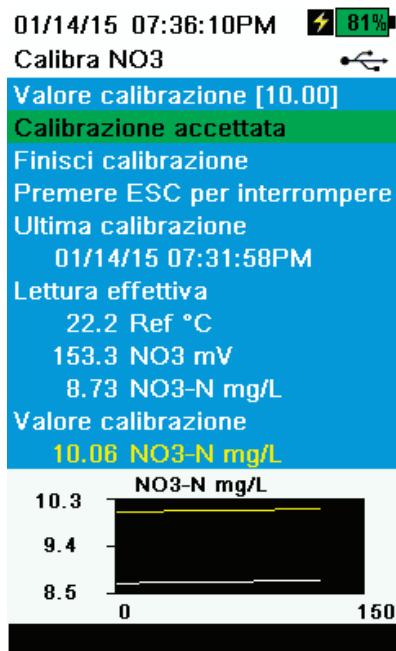

Figura 55 Calibra ISE
6. Osservare le letture delle misure effettive per la stabilità (la linea bianca sul grafico non mostra alcun cambiamento significativo per 40 secondi), quindi selezionare **Accetta calibrazione** (Figura 55). "Pronto per calibrare 2" sarà visualizzato nell'area dei messaggi.
11. Osservare le letture delle misure effettive per la stabilità (la linea bianca sul grafico non mostra alcun cambiamento significativo per 40 secondi), quindi selezionare **Accetta calibrazione** (Figura 55). "Pronto per calibrare 3" sarà visualizzato nell'area dei messaggi.